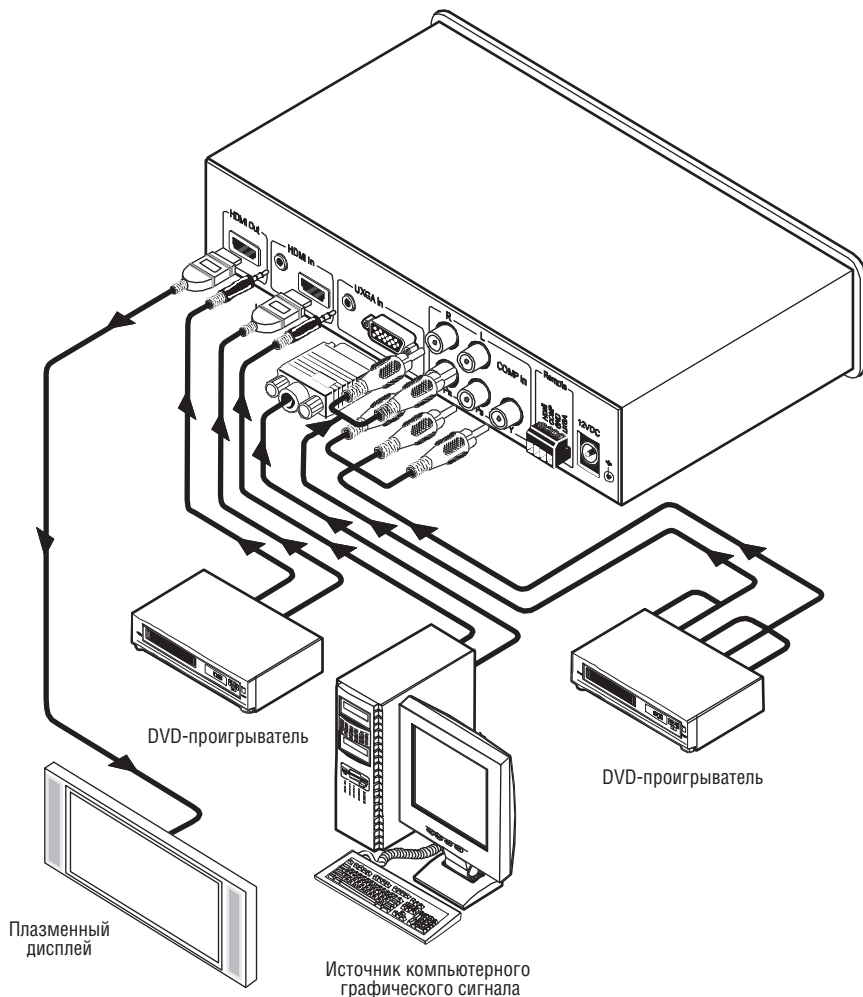

Рисунок 2. Подключение источников и приемников сигналов к масштабатору VP-435
5. Подключите выход источника питания к разъему питания 12V DC, а источник питания вставьте в розетку электросети (не показано на рис.2)